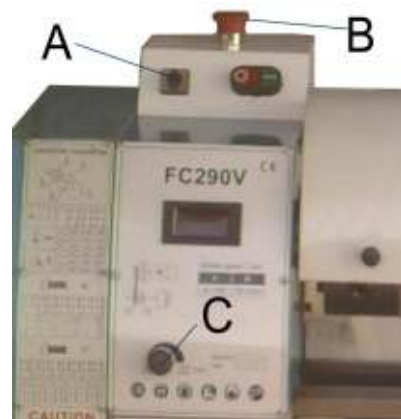

Рис. 11
1. Переключатель направления вращения шпинделя (А, Рис. 11)
2. Переключатель ВКЛ./ВЫКЛ. с функцией аварийного останова (В, Рис. 11)
3. Переключатель скорости вращения шпинделя (С, Рис. 11)